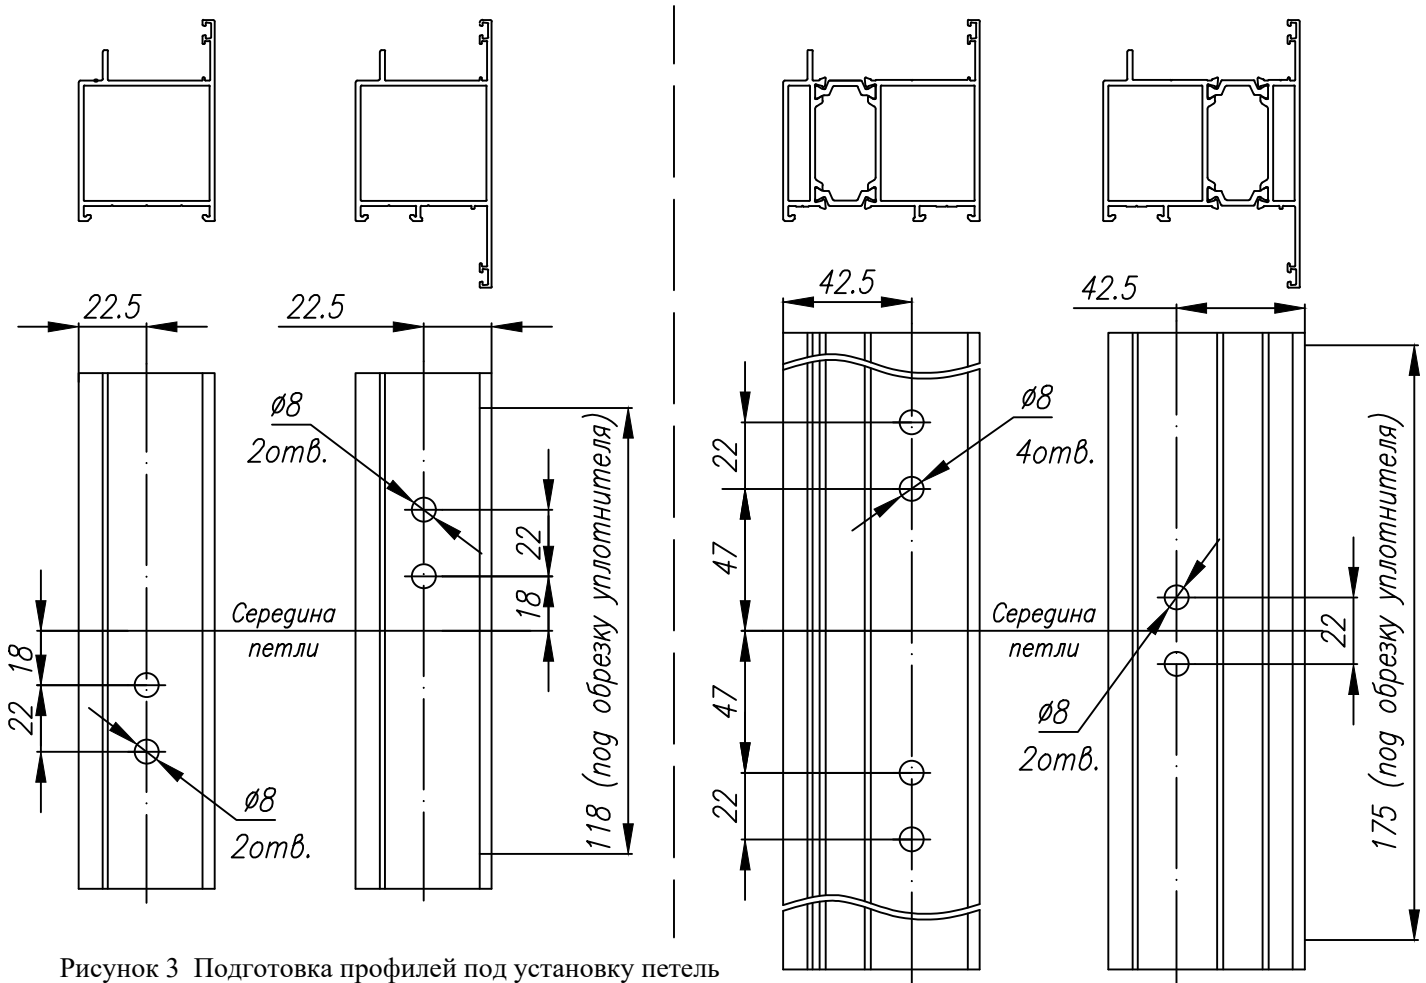

Рисунок 3 Подготовка профилей под установку петель
5.3. По кондуктору СТН-2766 в стойках двери и проема выполнить отверстия сверлом 8мм, согласно рис.3;